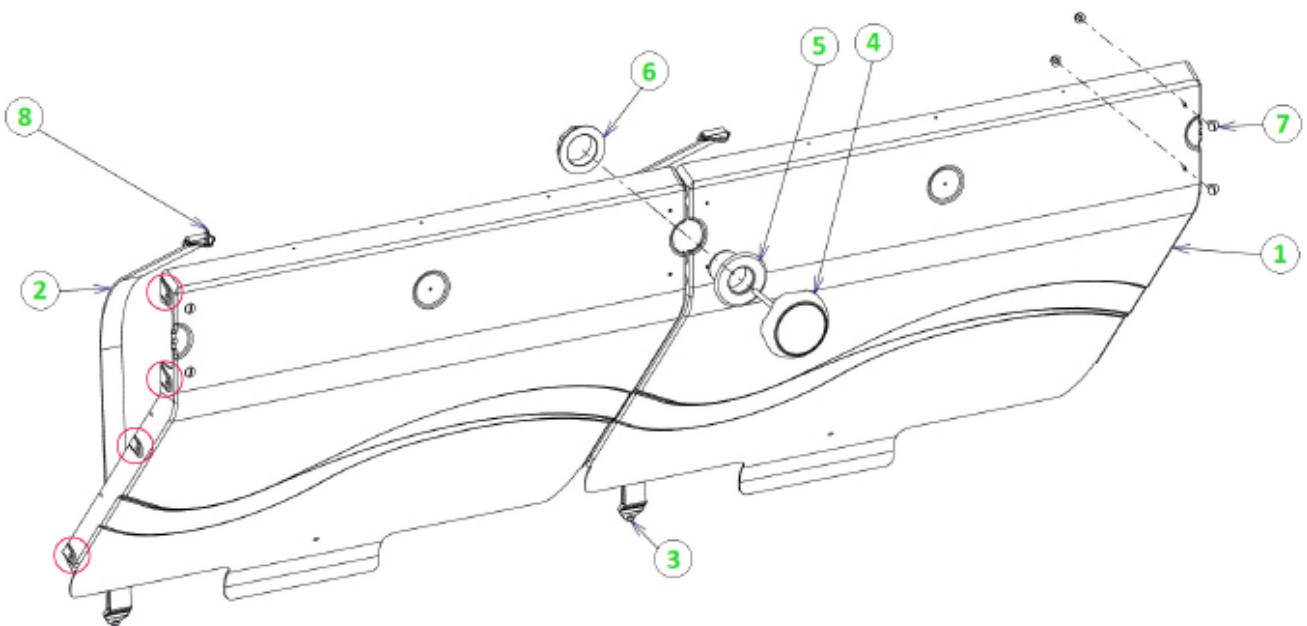

Abbildung 42 – Montage der Trennwand und des Projektors
Die Montageschritte der Trennwand und des Projektors werden in Abbildung 42. Die für die Montage benötigten Schrauben befinden sich im Pack Y.
Befestigen Sie schließlich die Trennwand auf den Winkeln (Teil 12 in Abbildung 42) mit vier Senkkopfschrauben (7) 8 x 16, vier Unterlegscheiben und vier Muttern von 8 mm Durchmesser aus A4 Edelstahl.